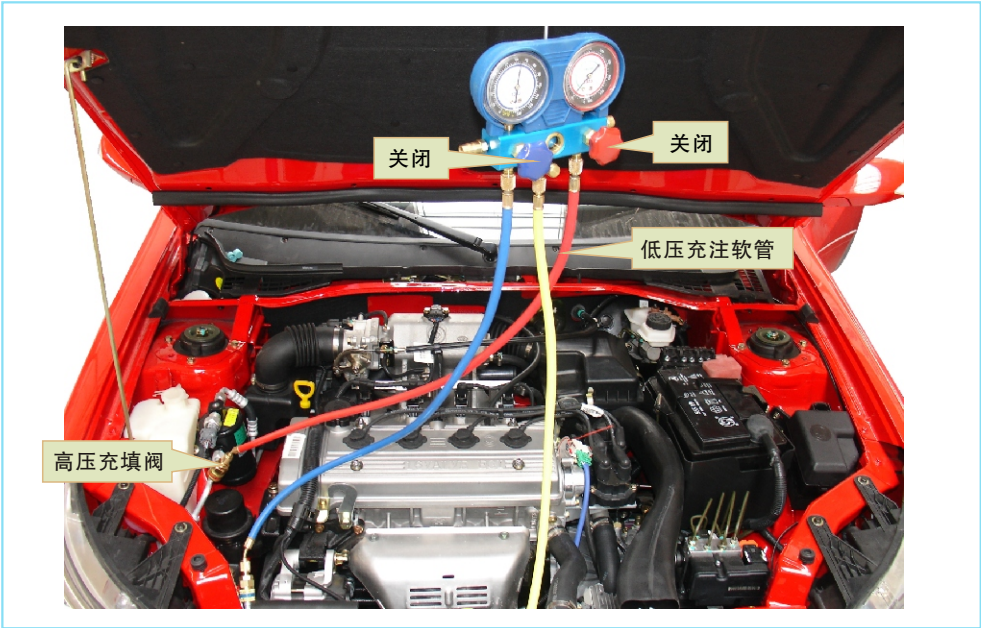

图8-21 空调压力检查
(8) 空调压力检测试检查（如图8-21所示）。
- ① 安装空调压力测试表，起动发动机，使之以1500r/min 的转速运转。
- ② 对如下项目进行检查。
- ③ 检查电磁离合器